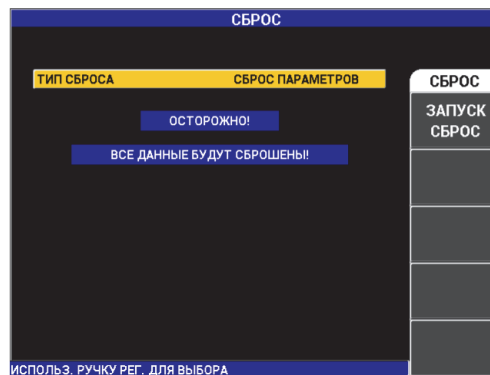

Рис. 5-29 Меню СБРОС
1. Для доступа к меню **СБРОС** дважды нажмите клавишу ADV SETUP (  ), затем клавишу E и, с помощью ручки регулирования, выберите желаемый тип сброса: параметры, память или основной (см. Рис. 5-29 на стр. 120 и Табл. 6 на стр. 120).